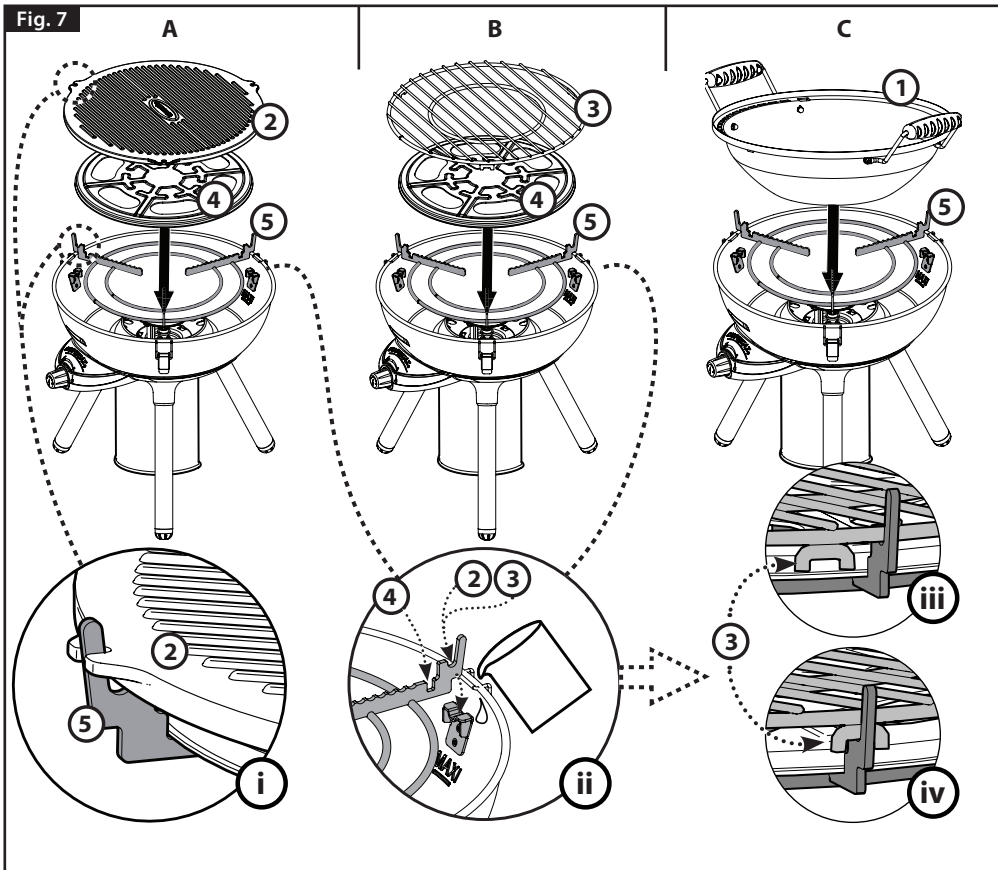

Fig. 8
Allumage piézoélectrique (Fig. 8)
- Tournez le bouton de commande (Fig. 8-A) dans le sens antihoraire (vers "⬅") de manière à ce qu'il soit complètement ouvert, puis poussez immédiatement le bouton de commande (Fig. 8-B) jusqu'à ce qu'il émette un clic.
- Si le brûleur ne s'allume pas, tournez le bouton de commande dans le sens horaire en position d'arrêt (O) jusqu'à ce qu'il ne bogue plus. Attendez 5 minutes avant de recommencer l'opération.